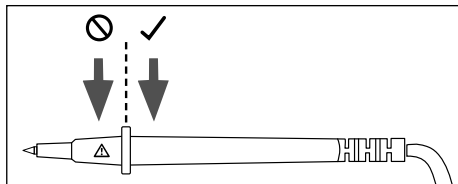

Bild 3
- ▶ Håll mätspetsarna **6** endast i det avsedda greppområdet (se bild 3). Området med varningssymbolen ⚠ får inte vidröras, annars finns risk för elektrisk stöt vid mätning!